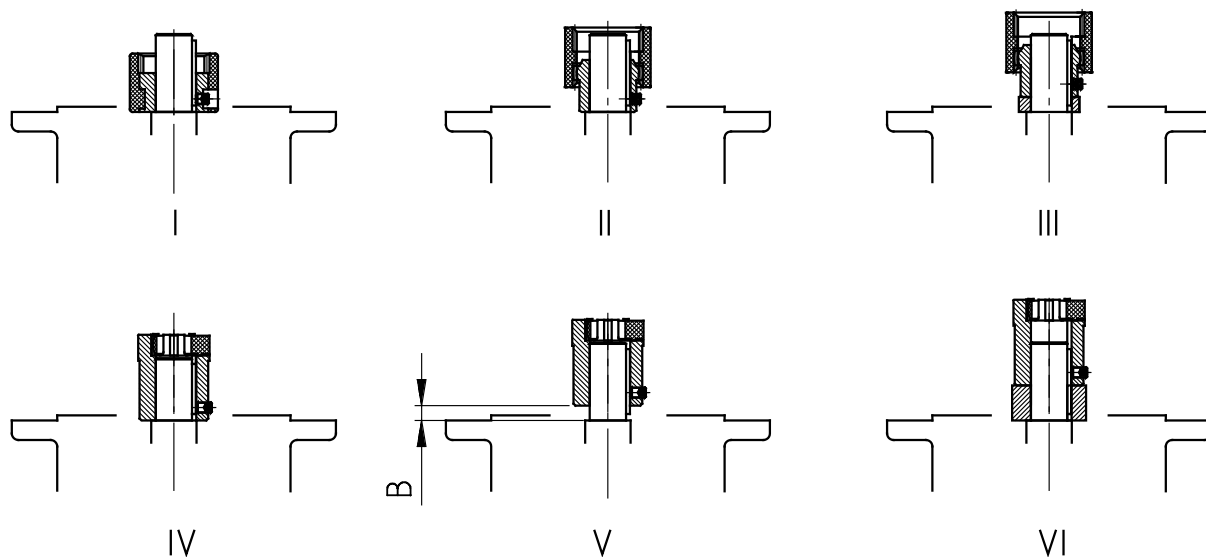

Figure 19: Montage de l'accouplement sur l'arbre du moteur pour différents types d'accouplements
3. Pousser le moyeu d'accouplement sur l'arbre du moteur conformément aux indications du fabricant du moteur, jusqu'à la butée sur l'épaulement. Pour les moteurs de taille 90, 160, 180 et 225, disposer éventuellement les bagues entretoises fournies, entre le moyeu d'accouplement et l'épaulement. Dans le cas des réducteurs à engrenages cylindriques de la gamme standard, respecter la cote B entre le moyeu d'accouplement et l'épaulement (voir "Figure 19"). Certains **adaptateurs NEMA** nécessitent un positionnement de l'accouplement conforme aux spécifications indiquées sur l'autocollant.